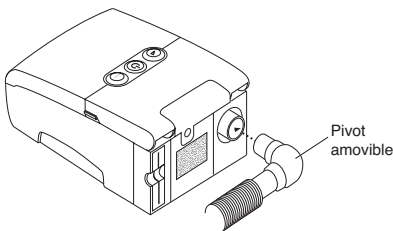

FIGURE 3-2 CONNEXION DE LA TUBULURE SOUPLE
1. Connectez la tubulure souple à la sortie d'air située à l'arrière de l'appareil, comme illustré dans la figure 3-2. Vous pouvez utiliser le pivot amovible fourni en option avec votre appareil et déjà relié à la tubulure (figure 3-2), ou vous pouvez retirer le pivot et connecter la tubulure directement sur la sortie d'air.